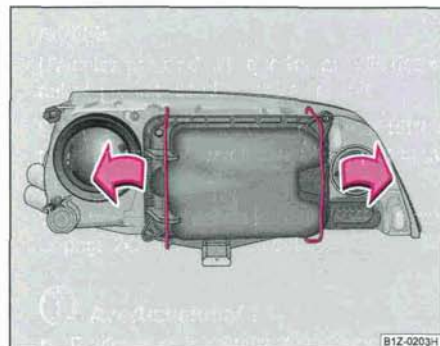

Fig. 217 Dépose du cache des feux de position et de croisement
- Poussez l'étrier en fil de fer sur le côté dans le sens de la flèche et et déposez le cache ⇒ fig. 217.